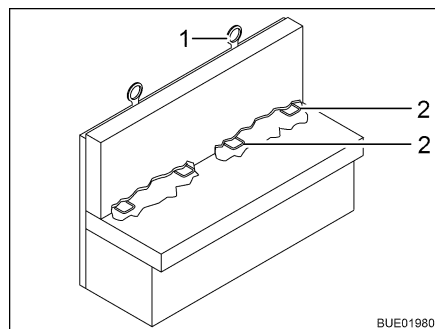

Fig. 19 Sécurité enfant Isofix
Quand le véhicule est équipé d'une sécurité enfant Isofix, les sièges appropriés portent un symbole Isofix. Ces sièges possèdent un étrier de fixation (Fig. 19,2) et un point d'ancrage supplémentaire en haut sur l'accoudoir (Top Tether) (Fig. 19,1). Utiliser des systèmes de retenue pour enfants compatibles avec Isofix. Les systèmes de retenue pour enfants possèdent des bras encliquetables qui s'enclenchent dans les étriers de fixation du siège.
- Fixer si possible de plus le siège pour enfant au Top Tether (Fig. 19,1).